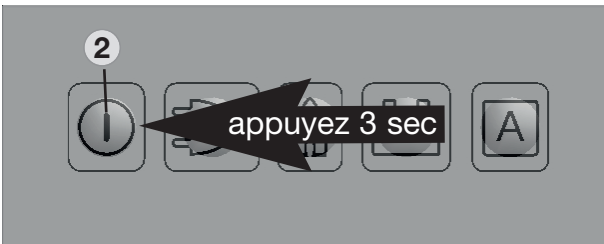

Fig. 30
- Les modèles MES et AES sont déconnectés au moyen de la touche (2). Tenez la touche (2) enfoncée pendant 3 secondes. L'affichage disparaît et l'appareil est entièrement déconnecté (Fig. 30).